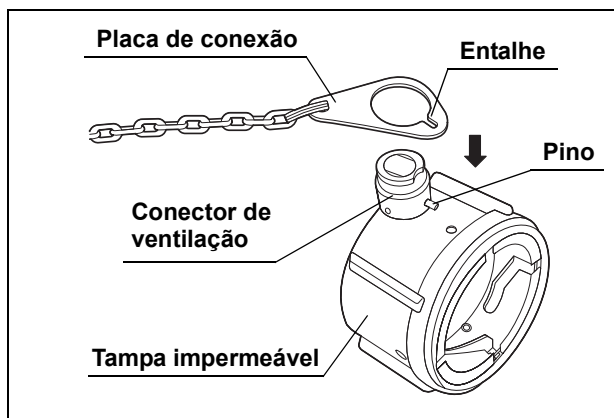

Figura 2.2
2. Alinhe o entalhe da placa de conexão com o pino do conector de ventilação da tampa impermeável (MH-553, consulte Figura 2.2).
3. Coloque a placa de conexão acima do conector de ventilação (consulte Figura 2.2).
4. Certifique-se de que a placa de conexão está encaixada de forma segura à parte inferior do conector de ventilação e pode ser girada facilmente (consulte Figura 2.2).